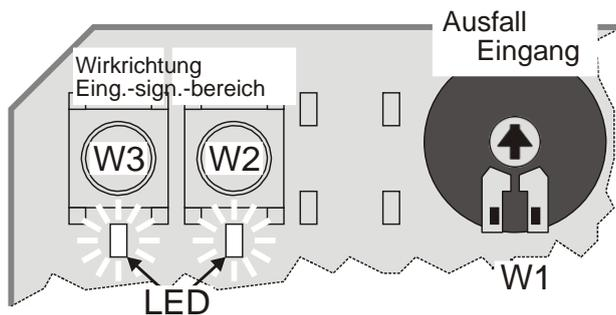

Abb. 1 Tasten und Potentiometer (Standardpositionen)
\*\*\* Werkseinstellung; kann durch Drücken der Taste (W3) auf der Leiterplatte umgekehrt werden (siehe Abb. 1).
Die Wirkrichtung kann durch Drücken der linken Taste (W3) auf der Leiterplatte umgekehrt werden (siehe Abb. 1). Wenn die entsprechende LED leuchtet, fährt der Schaft des Stellantriebs bei Empfang eines Steuersignals von 0(2) VDC (Werkseinstellung) ein; wenn die LED nicht leuchtet, fährt die Stelltriebsspindel bei Empfang eines Steuersignals von 0(2) VDC aus.
Der Wertebereich des analogen Eingangssignals Y kann durch Drücken der rechten Taste (W2) auf der Leiterplatte geändert werden (siehe Abb. 1). Wenn die entsprechende LED leuchtet, ist der Stellantrieb für einen Betrieb im Bereich 0...10 V eingerichtet (Werkseinstellung); wenn die LED nicht leuchtet, ist der Stellantrieb für einen Betrieb im Bereich 2...10 V eingerichtet.
Der Stellantrieb lässt sich mithilfe des Potentiometers (W1) auf der Leiterplatte (siehe Abb. 1) so einstellen, dass der Stellantrieb bei einem Ausfall des Eingangssignals (z. B. aufgrund eines Kabelbruchs) oder wenn das Eingangssignal 12,5 V überschreitet, in eine beliebige vorkonfigurierte Position zwischen 0 % und 100 % fährt. In der Werkseinstellung befindet sich die Stelltriebsspindel in der mittleren Position (50 %).